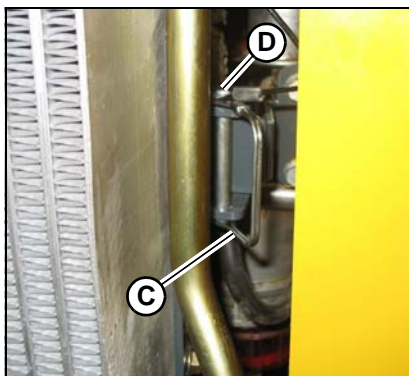

Figura 92 – Engate do radiador
- A. Puxe o dispositivo de bloqueio do pino de mola (C, Figura 92) para baixo para libertar o pino (D). Levante o pino (D) para fora do suporte.
- c. Depois de os trabalhos de manutenção do motor terem sido terminados, feche o radiador e fixe-o no lugar com o pino (D). Bloqueie o pino (D) no suporte com o dispositivo de bloqueio do pino de mola (C).